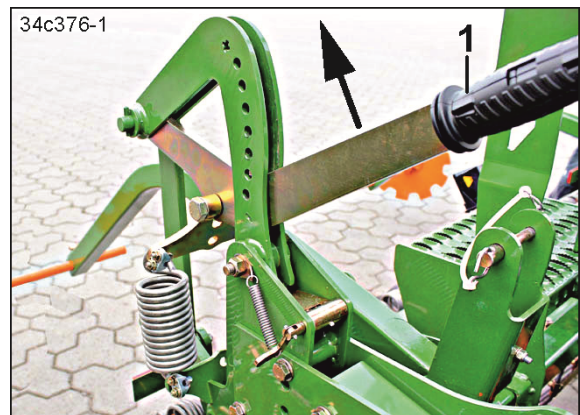

Fig. 190
4. Tirer le levier (Fig. 190/1) dans le sens de la flèche.